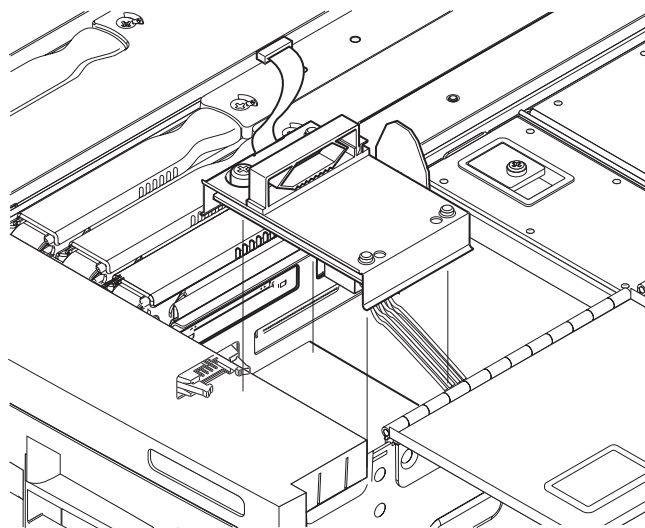

図 6-21 SCC リーダーの取り外し
11. リーダーを持ち上げてピンから外します (図 6-21)。電源装置を ESD マットの上に置きます。
4. リーダーをピンに合わせて置きます。しっかりと押し込んで固定します (図 6-21)。